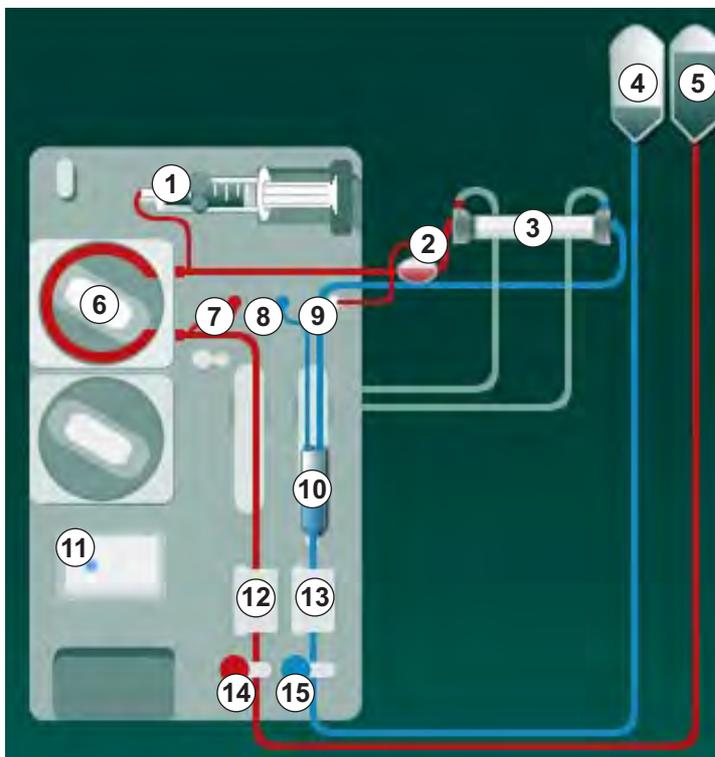

Рис. 5-8 Вставка системы кровопроводящих магистралей для подготовки от мешка к мешку
### 2. Возьмите муфты диализатора с моста промывки и присоедините к диализатору (Рис. 5-8 Вставка системы кровопроводящих магистралей для подготовки от мешка к мешку (101), © ), когда аппарат выдаст соответствующее указание. Соблюдайте цветовое кодирование: